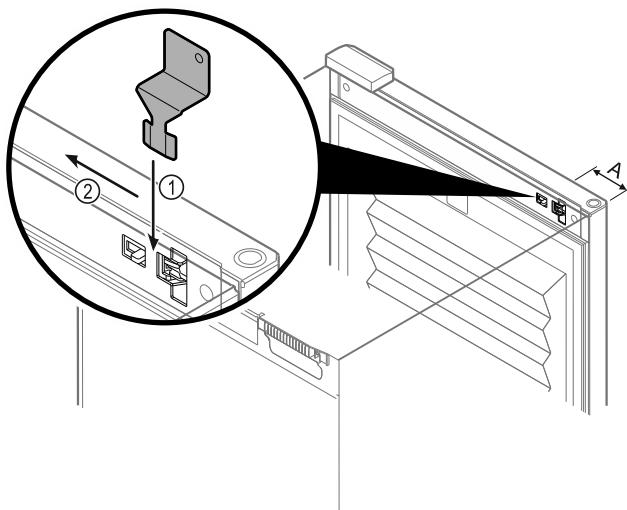

Fig. 148
- Notentriegelungsschlüssel an vorgegebener Stelle positionieren Fig. 148 (A) ≈ 100 mm.
- Notentriegelungsschlüssel Fig. 148 (1) zwischen Tür und Geräteturkopf von oben bis zum Anschlag einstecken.
- Notentriegelungsschlüssel in Richtung Scharnier ziehen. Fig. 148 (2)